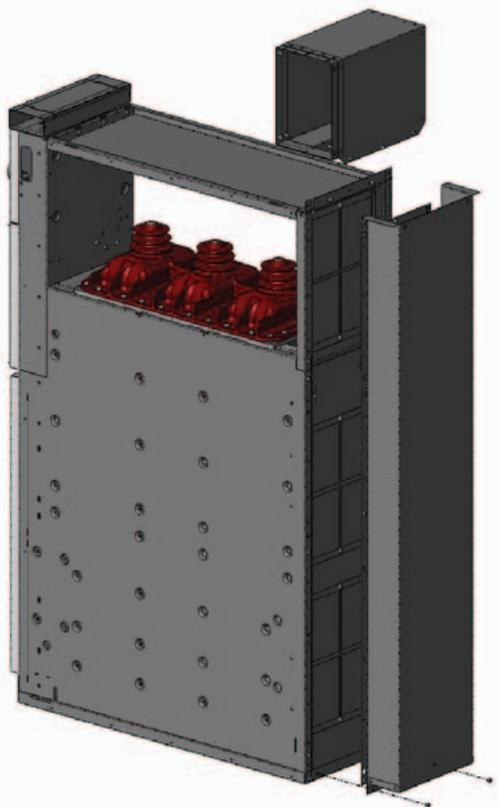

Figura 68. Ulteriori viti per la piastra inferiore
c) Avvitare altre 3 viti (Torx M6x12) alla piastra inferiore come mostra la figura 68.